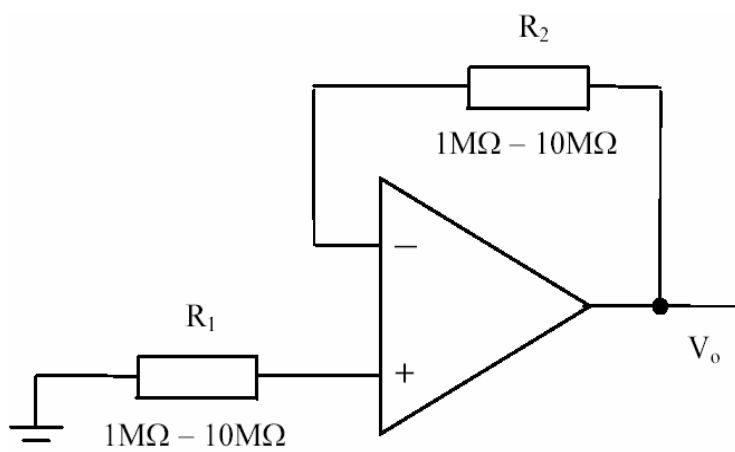

Рис. 14. Измерение входного тока сдвига
1. Реализуйте схему, изображенную на рис.14. Не забудьте подключить питание к ОУ.